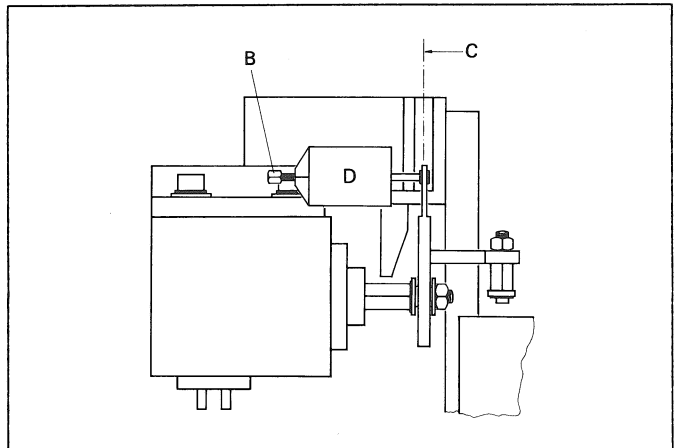

Fig. 3.6
- wechselweise Taste PLAY und STOP drücken und die Bewegung des Schwenkträgers beobachten. Durch Drehen der Sechskantmutter [B] am Kolbendämpfer* (Fig. 3.6) die Dämpfung so einstellen, dass sich der Schwenkträger kontinuierlich und nicht ruckartig in die PLAY- oder STOP-Position begibt
Der Kolbendämpfer muss so eingestellt sein, dass sich der Schwenkträger (Cassette eingelegt) beim Drücken der Tasten PLAY und STOP schnell aber ohne ein zu starkes Anschlageräusch in die jeweilige Position bewegt. Dieser Vorgang muss innerhalb von 0,5 bis 0,8 s ausgeführt sein. Bei zeitweisem Blockieren des Schwenkträgers ist die Dämpfungspumpe [D] (Fig. 3.6) und die Achse [C] auf Leichtgängigkeit zu prüfen. Der Kolbendämpfer* wird mit Schraube [B] eingestellt. Die Einstellung muss bei Betriebstemperatur des Andruckmagneten erfolgen.